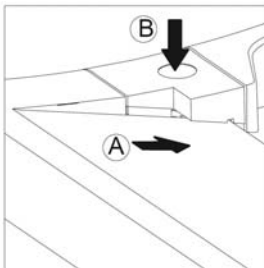

Bild 9
- 1 Legen Sie das zu schneidende Material in den Eckenrunder (max. 1 Blatt) (Bild 9, A).
- 2 Drücken Sie den Ausführungsknopf (Bild 9, B).